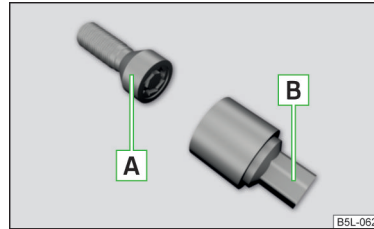

Abb. 335
Die Anti-Diebstahl-Radschrauben schützen die Räder vor einem Diebstahl. Diese lassen sich ausschließlich mit dem Aufsatzstück **B** » **Abb. 335 lösen/festziehen**.
- › Den Radschlüssel bis zum Anschlag auf die Radschraube stecken. Für die Anti-Diebstahl-Radschrauben das zugehörige Aufsatzstück verwenden » **Abb. 335** auf Seite 308.